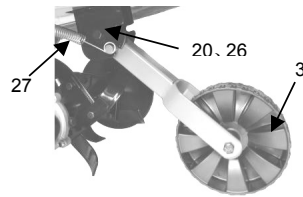

Figura 12
10. Fare riferimento alla figura 12 per installare l'asse ruota.